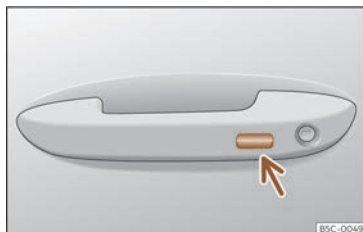

Fig. 83 Asa da porta: superficie sensora.
- **OU BEN:** mediante o sistema Keyless Access (só peche): Durante algúns segundos, manteña un dedo sobre a superficie sensora de bloqueo >>> **fig. 83** (frecha) da asa da porta para que se pechen as xanelas e o teito. Se deixa de tocar a superficie sensora, interrómpease a función de peche.
Durante uns segundos, manteña un dedo na superficie sensora de bloqueo >>> **fig. 83** (frecha) da asa da porta para pechar o teito. Se deixa de tocar a superficie sensora, interrómpese a función de peche.